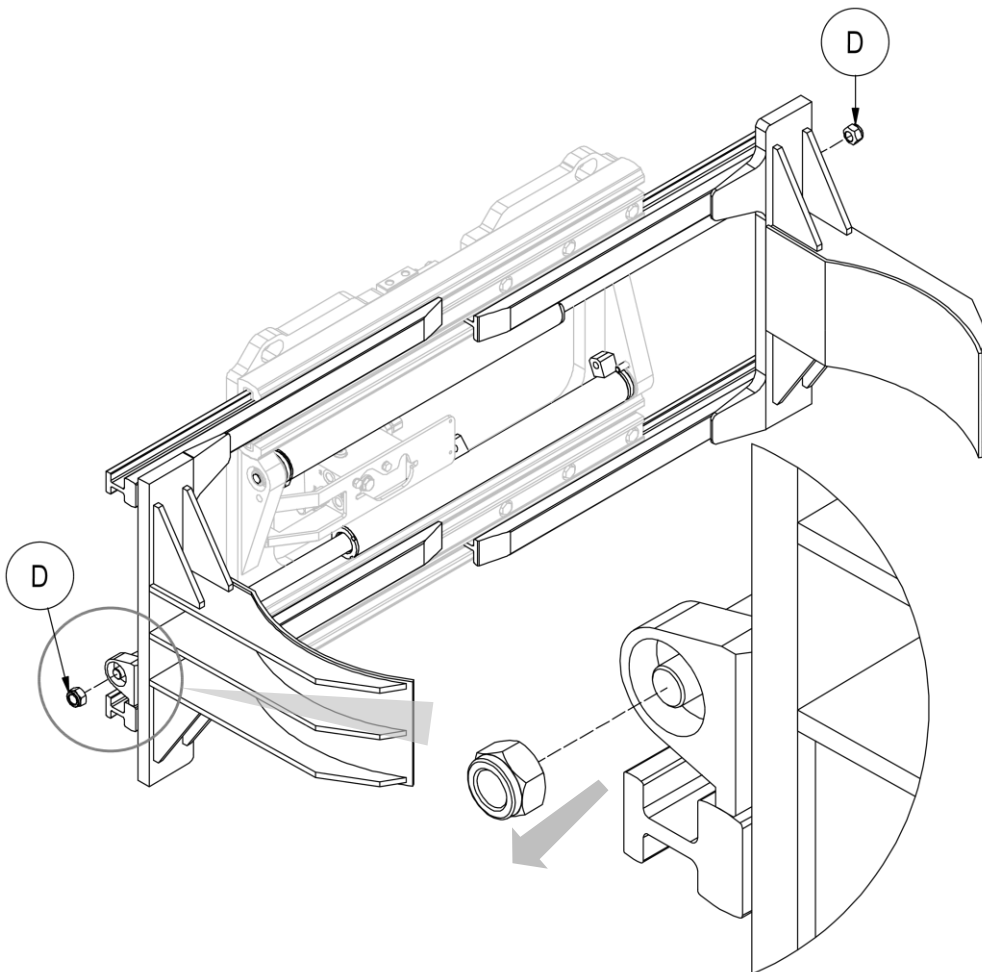

Figura 34
3. Quitar las tuercas **D** que bloquan los cilindros a los perfiles (mira *Figura 34*).